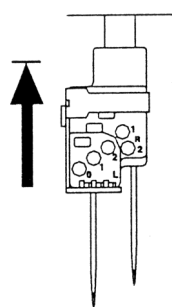

Рис. 1
2. Поверните маховик в нормальном направлении, чтобы перевести стержень игловдителя в самое верхнее положение (рис. 1).